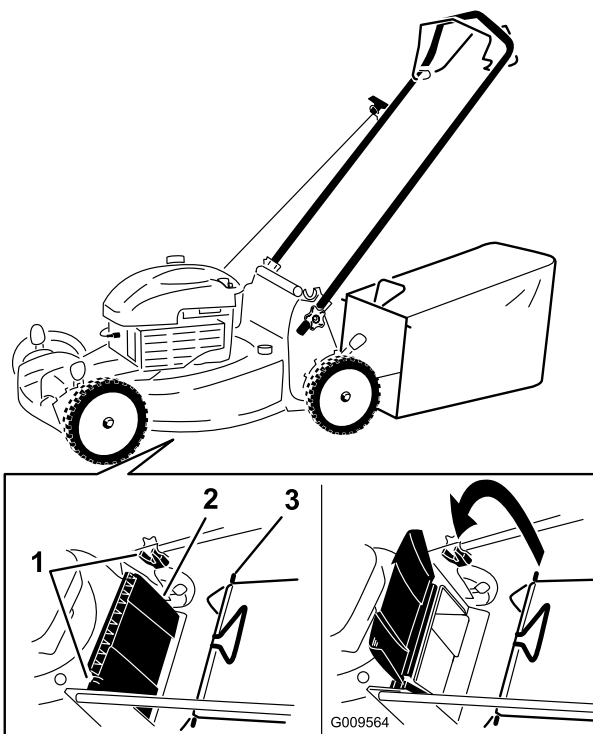

Figura 17
1. Sollevare il deflettore posteriore e tenerlo sollevato (Figura 17).
2. Montate il cesto di raccolta, accertandovi che i suoi perni siano inseriti nelle tacche presenti sulla stegola (Figura 17).